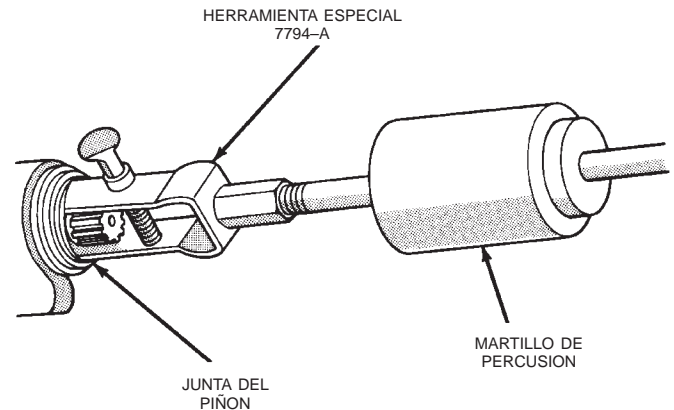

Fig. 18 Desmontaje de la junta
- (10) Use el extractor 7794-A y el martillo de percusión para retirar la junta del eje del piñón (Fig. 18).
- (11) Retire el cojinete del piñón delantero utilizando un par de herramientas extractoras adecuadas para poder extraer el cojinete del eje del piñón satélite en línea recta. Tal vez sea necesario golpear suavemente el extremo del piñón satélite con un martillo de goma o cuero si el cojinete se agarra en el eje del piñón.
- (12) Retire el separador plegable.